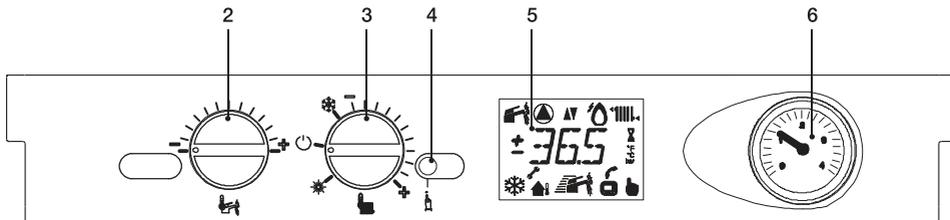

Рисунок 1.3
1.2 Панель управления (рис. 1.3)